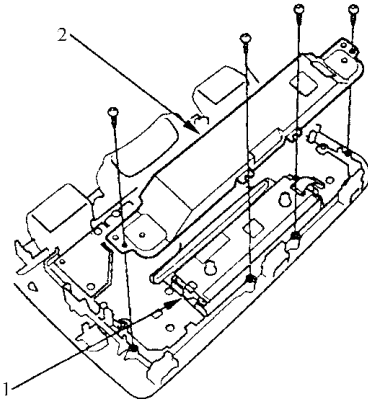

图 12-125 拆卸 CD4 个装配螺钉
- 6) 如图 12-125 所示，从 LCD 装置上拆卸下 4 个装配螺钉，然后拆卸盖子。